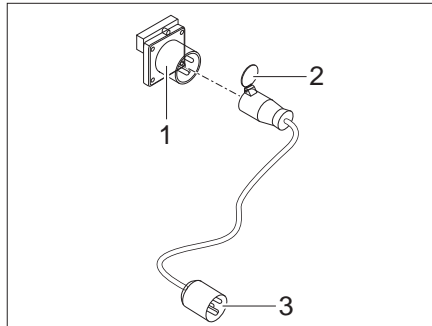

Fig. 177 Possibilités de raccordement 400-V
- Ouvrir la fermeture (Fig. 177,2) du câble de raccordement CEE 32 A.
- Brancher la fiche dans la prise de courant 400 V (Fig. 177,1) de la caravane.
- Brancher la fiche (Fig. 177,3) dans la prise de courant de l'alimentation 400 V de l'emplacement de stationnement.